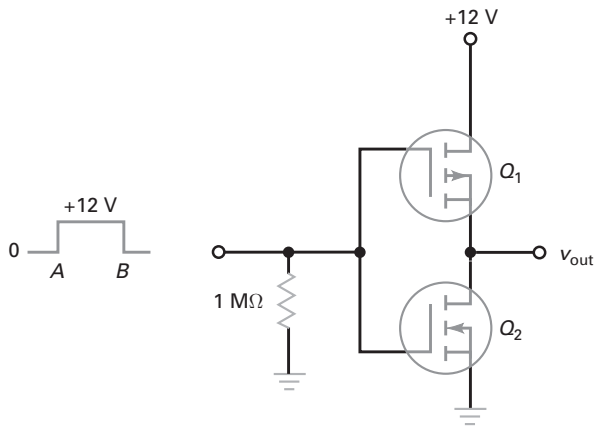

Figura 12-53
- 12-20** Os MOSFETs na Figura 12-53 têm $R_{DS(lig)} = 250 \Omega$ e $R_{DS(desl)} = 5 \text{ M}\Omega$. Qual é a forma de onda na saída.
- 12-21** O MOSFET superior na Figura 12-53 tem estes valores: $I_{D(lig)} = 1 \text{ mA}$, $V_{DS(lig)} = 1 \text{ V}$, $I_{D(desl)} = 1 \mu A$ e $V_{DS(desl)} = 10 \text{ V}$. Qual é a tensão na saída quando a tensão na entrada é baixa? E quando ela é alta?
12-22 Uma forma de onda quadrada com valor de pico de 12 V e uma frequência de 1 kHz na entrada é a Figura 12-53. Descreva a forma de onda na saída.
12-23 Durante a transição de baixa para alta na Figura 12-53, a tensão na entrada é de 6 V por um momento. Nesse instante, os dois MOSFETs têm resistências ativas de $R_D = 5 \text{ k}\Omega$. Qual é a corrente no dreno neste instante?
- 12-41** O inversor CMOS na Figura 12-53 usa MOSFETs com $R_{DS(lig)} = 100 \Omega$ e $R_{DS(desl)} = 10 M\Omega$. Qual é o consumo de potência quiescente do circuito? Quando uma forma de onda quadrada é aplicada na entrada, a corrente média em Q_1 é de $50 \mu A$. Qual é o valor da potência?